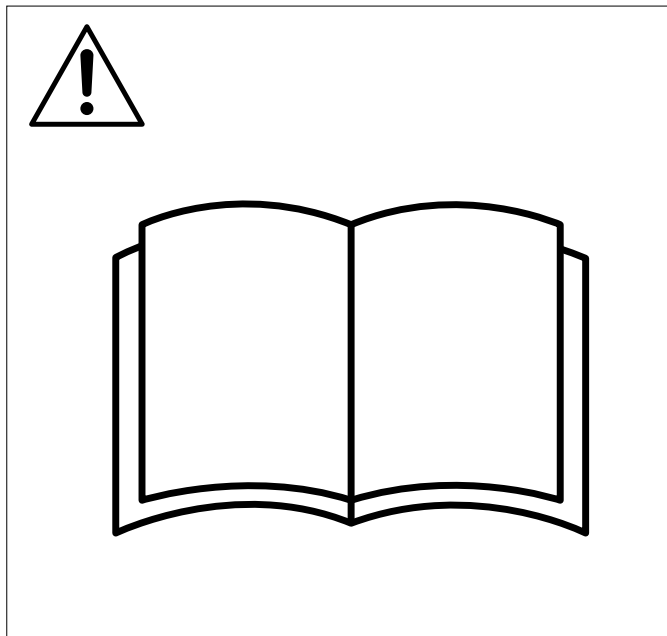

Fig.1
- b** Prima dell'uso, leggere per intero il manuale dell'operatore e accertarsi di aver compreso le istruzioni (Fig.1).
- b** Před použitím si pozorně přečtěte návod k obsluze a ujistěte se, že rozumíte uvedeným pokynům (Fig.1).
- b** Pozorne si prečítajte návod na obsluhu a pred použitím sa uistite, že ste pokynom porozumeli (Fig.1).